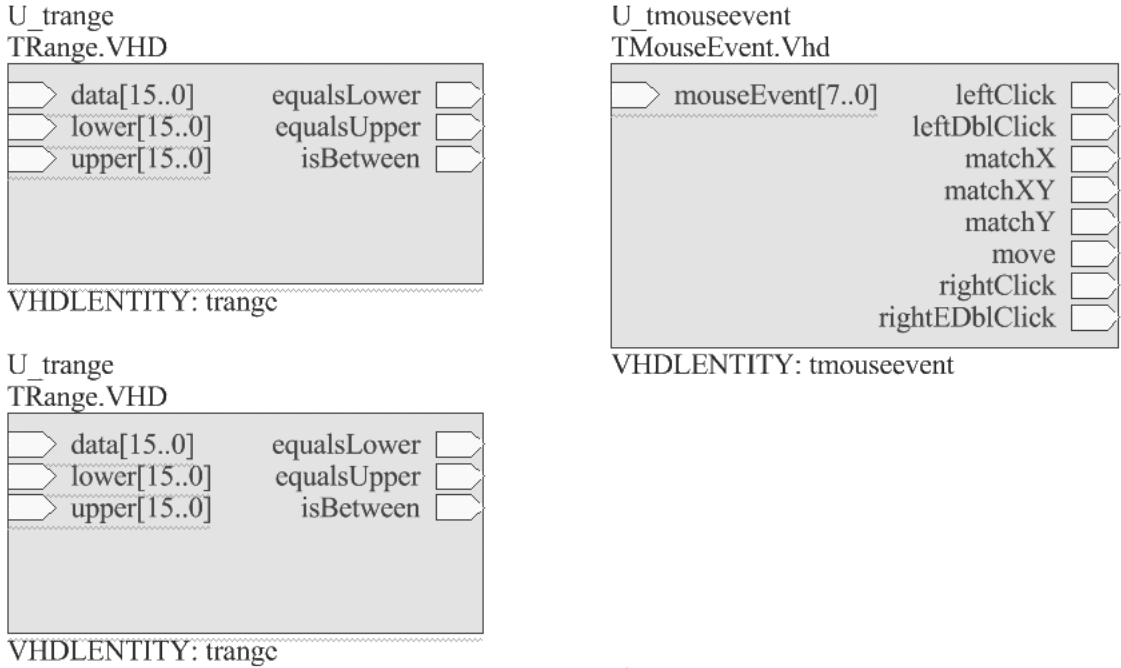

图 14-15 由 VHDL 设计文件生成的方块电路图
3) 在对话框中选择“TRange. VHD”、“TMouseEvent. Vhd”文件，在原理图的合适位置放置方块图，如图 14-15 所示。